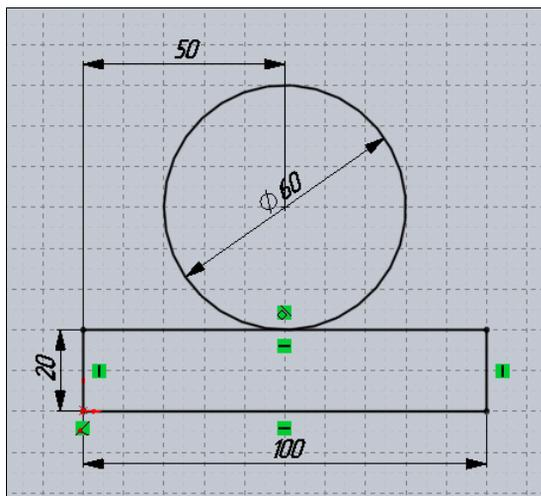

Рис. 5.68
1. Для начала откройте новую деталь и создайте эскиз, показанный на рис. 5.68.